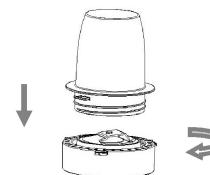

Fig. 4
**3.3 Assembly the chopper cup components-** Place the chopper cup into chopper cutter head components, and then buckle into the chopper cup. Please turn the cutter head components clockwise until tightly to ensure it assembly in place (See Fig.4)
6. W celu szybkiego lub delikatnego mikowania należy nacisnąć przycisk „P” i przytrzymać go przez kilka sekund, a następnie zwolnić i kilkakrotnie użyć, aż do uzyskania pożdanego efektu. Jeśli chcesz dodać jedzenie podczas pracy słoika, otwórz pokrywę i włóż do niej jedzenie przez otwór podający na pokrywie (patrz rys. 4).